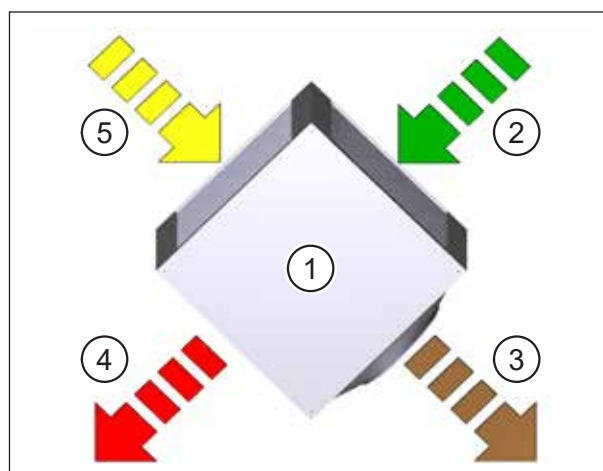

Fig. 10 : Principe de fonctionnement de l'échangeur thermique à plaques à courant croisé
L'air repris, aspiré (pos. 5 dans Fig. 10) de l'intérieur, est dirigé à travers les chambres de l'échangeur thermique à plaques à courant croisé (pos. 1 dans Fig. 10) et réchauffe ce dernier.
L'air repris refroidi est évacué vers l'extérieur en tant qu'air rejeté (pos. 3 dans Fig. 10).
En même temps, l'air neuf froid, aspiré (pos. 2 dans Fig. 10), est guidé par les chambres, séparées par l'air repris, de l'échangeur thermique à plaques à courant croisé et est ainsi réchauffé. Les chambres séparées empêchent que l'air neuf et l'air repris se mélangent.
L'air neuf réchauffé est amené à l'intérieur en tant qu'air fourni (pos. 4 dans Fig. 10).